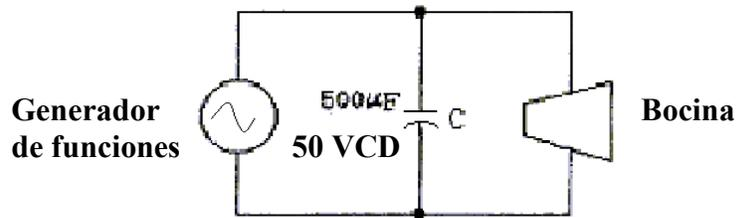

Figura 8.4 Circuito de audio con capacitor (filtro)
d) Mantenga una frecuencia audible y a continuación agregue un capacitor que sirva como filtro, según se muestra en la figura 8.4 y escuche el cambio de sonido.